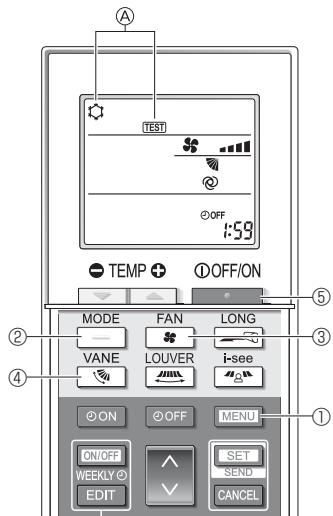

Fig. 8-5
- Appuyez sur la touche **[MENU]** ① pendant 5 secondes. (Fig. 8-5)
- Appuyez sur la touche **[MENU]** ①.
La mention ④ [TEST] et le mode de fonctionnement en cours sont affichés. (Fig. 8-5)
- Appuyez sur la touche **[]** ② pour activer le mode refroidissement, puis vérifiez que de l'air froid est soufflé par l'appareil.
- Appuyez sur la touche **[]** ② pour activer le mode chauffage, puis vérifiez que de l'air chaud est soufflé par l'appareil.
- Appuyez sur la touche **[]** ③ et vérifiez que la vitesse du ventilateur change.
- Appuyez sur la touche **[]** ④ et vérifiez que l'ailette automatique fonctionne correctement.
- Appuyez sur la touche **[]** ⑤ pour terminer l'essai de fonctionnement.